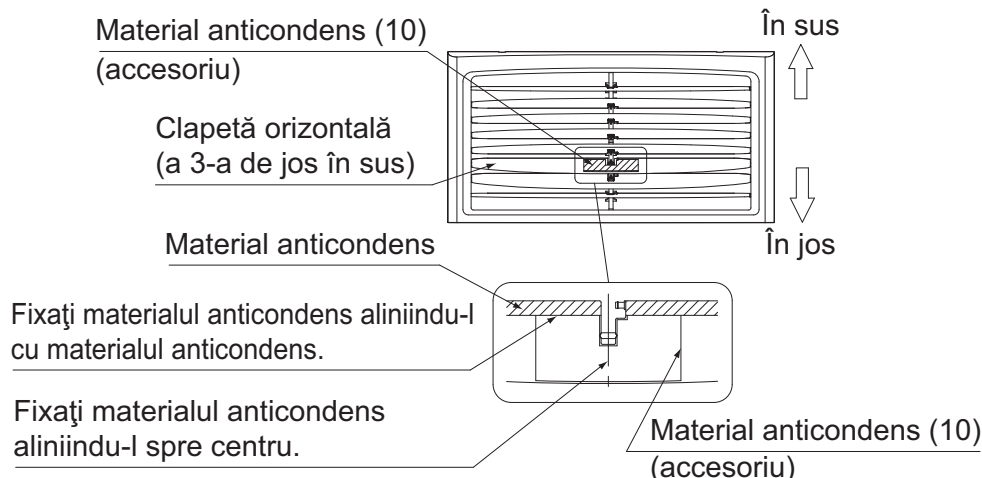

Fig. 8
- Pentru a simplifica lucrul, orientați cele 5 clapete orizontale superioare în sus și cele 3 clapete inferioare în jos. Apoi, fixați materialul anticondens furnizat (10) pe a treia clapetă orizontală de jos, ca în Fig.8. Dacă materialul nu este fixat în locul corect, se poate scurge apa condensată.